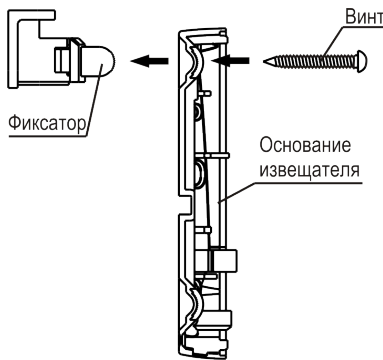

Рисунок 1
4.6 Совместить отверстие для установки кронштейна в основании извещателя с фиксатором кронштейна и вернуть винт с внутренней стороны основания извещателя в фиксатор кронштейна (рисунок 1).